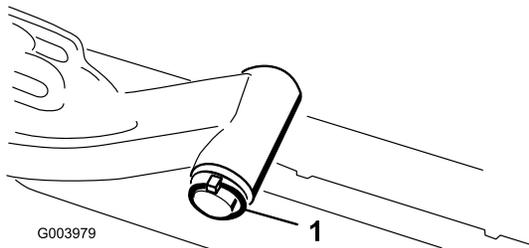

Bild 11
- A. Nehmen Sie den Klapstecker und die Scheibe ab, mit denen der Gelenkschaft des Hubarms am Hubarm befestigt ist. Schieben Sie die Gelenkwelle des Hubarms aus dem Hubarm (Bild 11).
C. Setzen Sie den Hubarmschaft in den Hubarm ein und befestigen Sie ihn mit der Scheibe und dem Klapstecker (Bild 11).